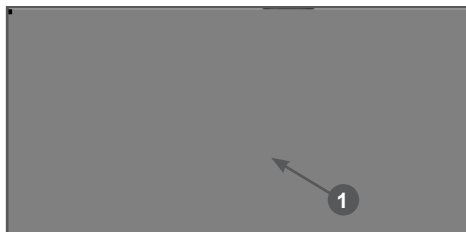

Рис. 4 Установка рукоятки управления
4. Наденьте рукоятку управления на трубу «А» (Рис. 4). При необходимости, ослабьте винт хомута крепления рукоятки управления ключом шестигранным 4 мм из комплекта поставки устройства.